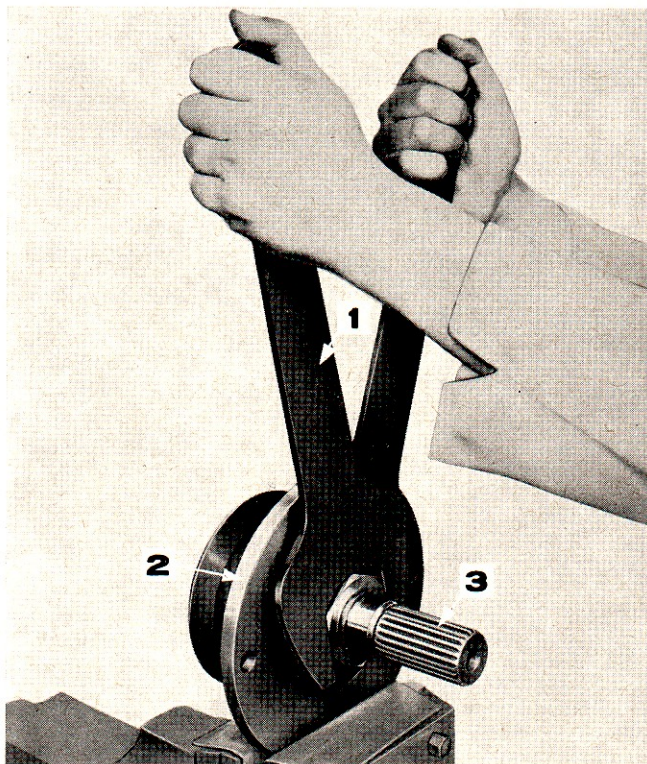

Figure 73: Blocage des contre-écrous de l'arbre de frein
8. Déposer le contre-écrou, la rondelle de freinage et l'écrou de réglage. Pour déposer les écrous, on devra utiliser l'outil No SW 5 (Figure 73).